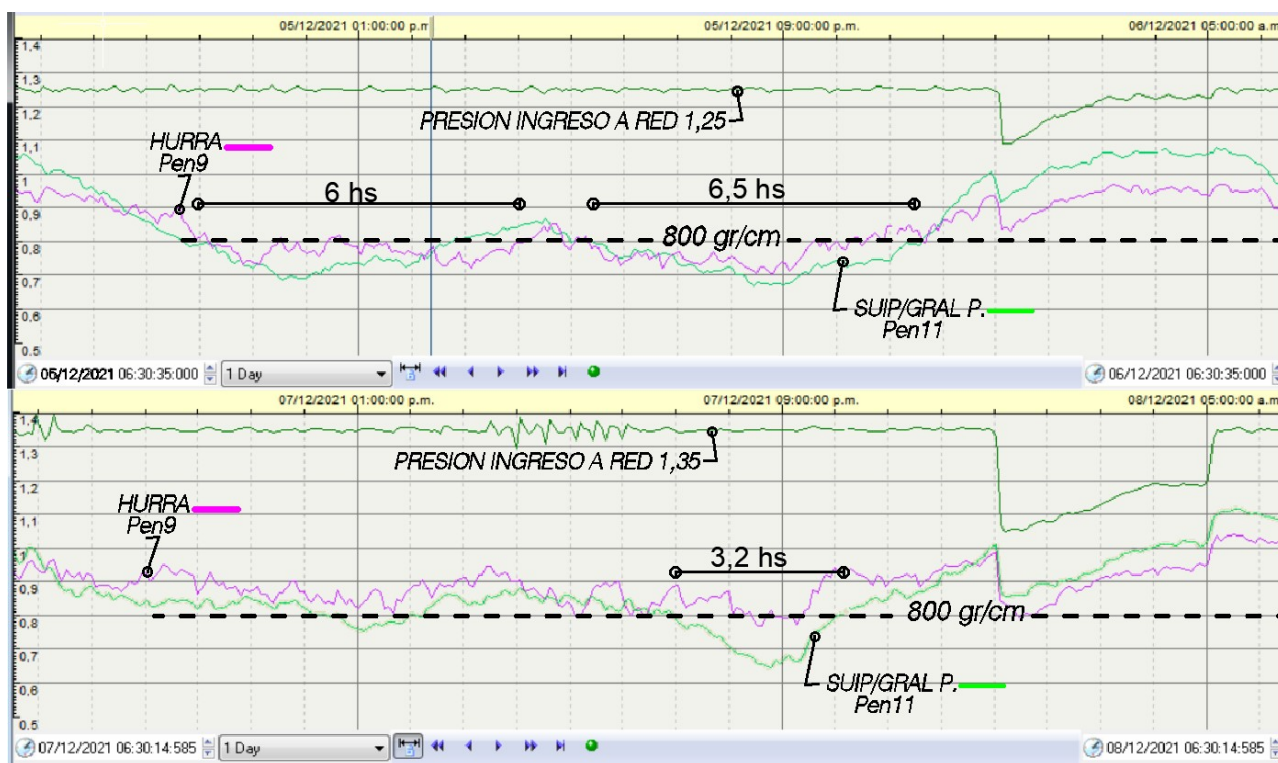

Ilustración 6: Presiones en 2 sectores de la red con 1,25 Y 1,35 kg/cm2 n Ingreso a Red (B.T.)
La red no tiene problemas de presión, sólo al norte de calle Rafaela y al Oeste de Ruta 34 presenta valores levemente inferiores en parte del día. Como se observa en el gráfico un par de horas se encuentra entre 700/800 gramos (ilustración 6 gráfico inferior). Esta situación se debe a 3 motivos fundamentales:
- Regulación de presión en ingreso a red (en el propio tanque), que condiciona las mismas en toda la red. Provocamos una pérdida de carga para reducción en 200/400 gramos al ingreso de la red y con ello lograr un nivel de fuga menor. Esta situación (ilustración 6 Gráfico superior) para lograr la mínima presión de ingreso que asegura 800 gr/cm2 mínimo en red.
Subir la presión durante la tarde a 1.35 kg/cm2. Hecho, ver ilustración 6